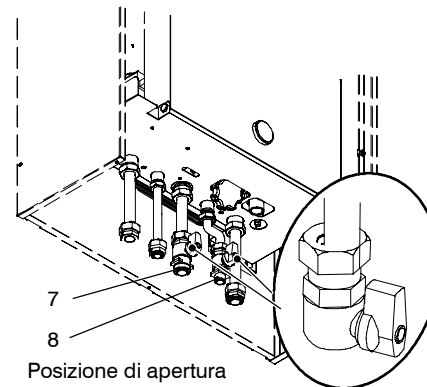

fig. 6.1
- 1 Aprire il rubinetto del contatore gas e quello della caldaia 7 in fig. 6.1
- 4 Aprire il rubinetto 8 in fig. 6.1
- 14 Aprire il rubinetto gas 7 in fig. 6.1